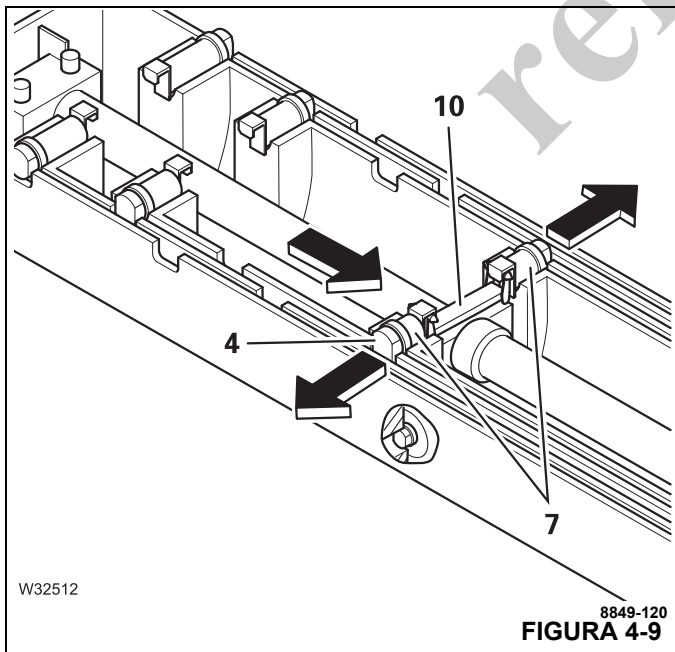

FIGURA 4-9
Los pasadores de bloqueo (7, Figura 4-9) del mecanismo (10) se extienden en los recortes (4).